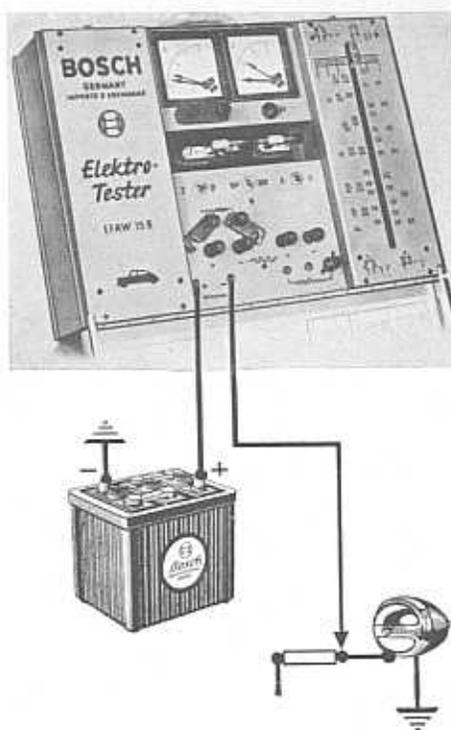

Bild 13
d) **Unterbrechung** (Bild 13)